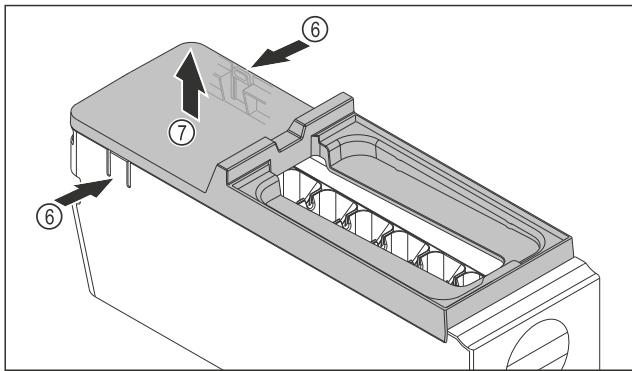

Fig. 92
- Снимите крышку корпуса EasyTwist-Ice: Надавите рукой на накладки Fig. 92 (6) с обеих сторон корпуса EasyTwist-Ice.
- Другой рукой снимите крышку Fig. 92 (7) по направлению вверх.